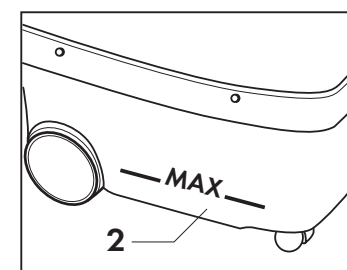

Fig. 5
Pour une meilleure efficacité de l'aspiration, verser 2,5 litres d'eau dans le réservoir de récupération (2). Cette opération permet de filtrer l'air et les impuretés (poussière, germes, etc.) retenues dans le réservoir. Pour une utilisation correcte, ne pas dépasser la quantité d'eau indiquée. (Fig. 5).